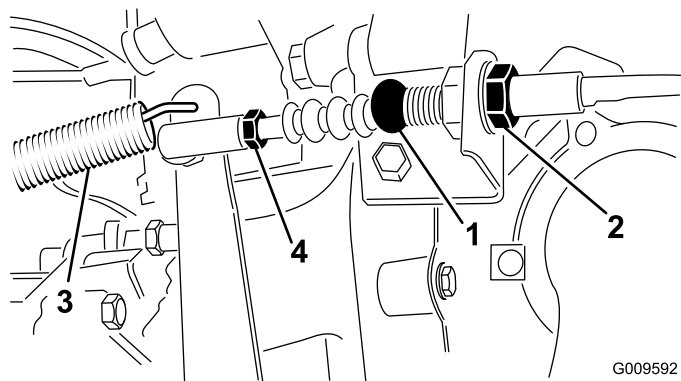

Figura 73
1. Afloje las contratuercas que fijan el cable del embrague al soporte de la carcasa (Figura 73).